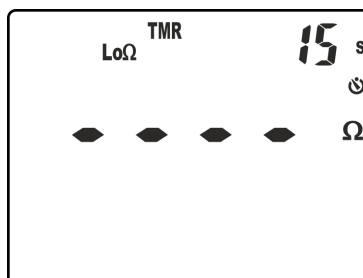

Fig. 30: Configuration du temps de mesure en mode TMR
5. Cliquer sur les touches **▼/☼** ou **▲/ZERO** pour configurer le temps de mesure (Timer) dans l'échelle : **1s à 30s**. Noter la valeur à droite de l'écran (voir Fig. 30)